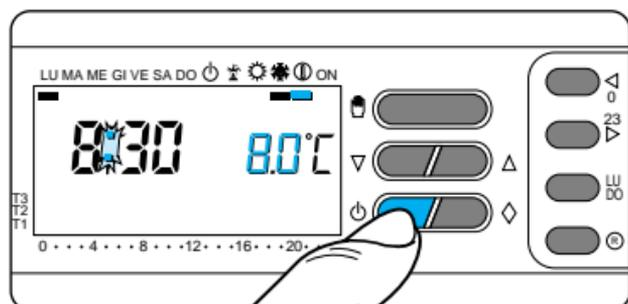

Fig. 53
**10.1** - Pulse una sola vez el botón ① (fig. 53).
*El segmento bajo el símbolo ① confirma la opción.*